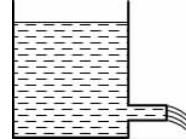

图 3-5 非恒定流动
(5) 非恒定流动(非稳定流动或非定常流动)是指当液体流动时,液体中任一点处的压力  $p$ 、流速  $u$  及密度  $\rho$  有一个运动参数随时间  $t$  变化的流动,如图 3-5 所示。
(FIGURE 3-5 Variable flow)